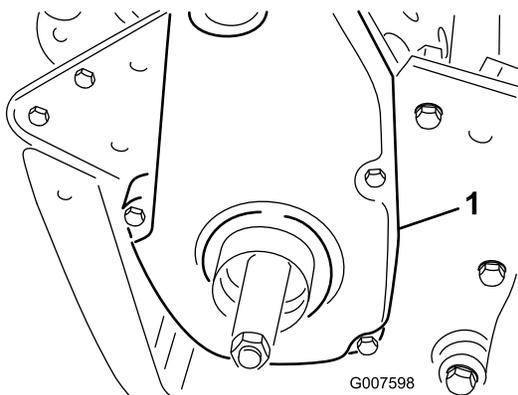

Рисунок 43
6. Снимите заднюю крышку ремня с правой стороны машины (Рисунок 43).